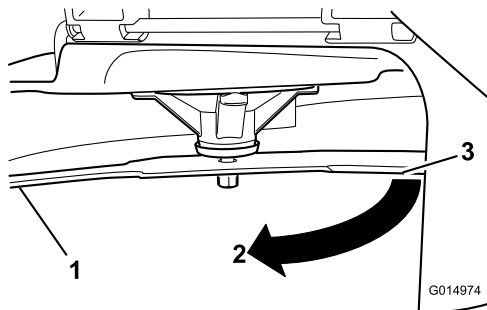

Figura 66
3. Segunda distancia medida entre cuchilla y superficie (B)
4. Gire la misma cuchilla 180 grados de manera que el otro extremo esté en la misma posición (Figura 66).